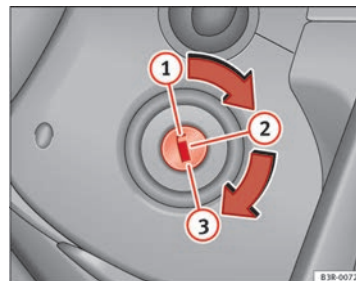

Fig. 118 Posiciones de la llave de contacto
- Gire la llave hasta la posición ① ⇒ fig. 118.
- Extraiga la llave de encendido en la posición ① ⇒ fig. 118 ⇒ .